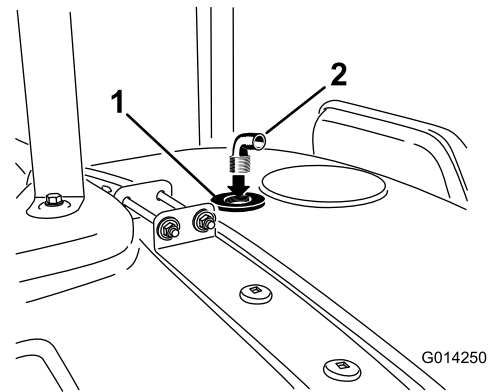

Bild 18
9. Befestigen Sie das Anschlussstück in der Gewindeöffnung des Spüldüsenhülse (Bild 18).